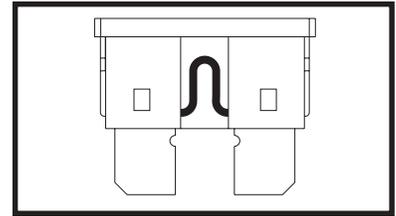

Abb. 24. Betriebsfähige Sicherung
2. Sicherung auf Durchbrennen überprüfen. **Siehe Abb. 24 und 25.**